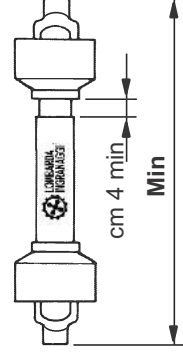

Fig. 9
- When is withdrawn to the maximum, in every working condition, the tubes must overlap for at least 1/3 of their length (A Fig. 9).
- Dans toutes les conditions de travail, quand est déboîté au maximum, les tubes télescopiques doivent se superposer sur au moins 1/3 de leur longueur (A Fig. 9).
- Im ausgefahrenen Zustand müssen sich die Teleskoprohre mindestens 1/3 ihrer Länge überlappen. (A Abb. 9).
- Cuando está extraído al máximo, en todas las condiciones de trabajo, los tubos telescopicos tienen que superponerse por 1/3 al menos de la propia longitud (A Fig. 9).
- Quando è inserito al massimo il gioco minimo deve essere di 4 cm (B Fig. 9).
- When it is fully inserted, the minimum play must be 4 cm (B Fig. 9). If this is not the case, see the Technical Service of the manufacturer.
- Quand il est emboîté au maximum, le jeu minimum doit être de 4 cm (B Fig. 9).
- Ist die Kardanwelle vollkommen eingefahren, so hat das Spiel mindestens 4 cm zu betragen (B Abb. 9). Sollte dies nicht der Fall sein, so wenden Sie sich an den nächsten Kundendienst der Herstellerfirma.
- Cuando está introducido al máximo, el juego mínimo tiene que ser de 4 cm (B Fig. 9).